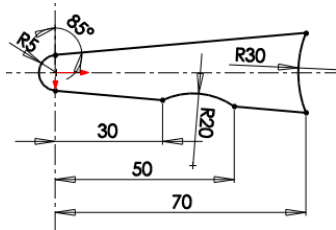

图 11-41 绘制草图并标注尺寸
- 02 单击【草图】选项卡中的  【直线】按钮、 【中心线】按钮和  【3 点圆弧】按钮，绘制草图，并单击【尺寸/几何关系】工具栏中的  【智能尺寸】和  【添加几何关系】按钮，添加尺寸和几何约束，如图 11-41 所示。